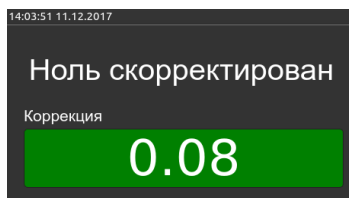

Рисунок 6. Ноль скорректирован
6. на экране появится «Ноль скорректирован» и величина коррекции (рис.6).